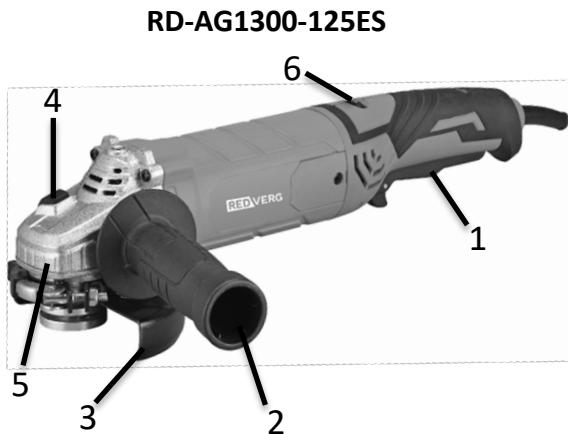

Рис.1.
- установите боковую рукоятку (рис.1 поз.2) в одном из трёх возможных положений справа, слева или сверху на корпусе редуктора МШУ;
- защитный кожух диска (рис.1 поз.3) необходимо устанавливать на инструмента таким образом, что бы закрытая сторона кожуха всегда находилась по направлению к оператору;
-для затяжки прижимной гайки рабочего диска сильно надавите на кнопку стопора шпинделя (рис.1поз.4), это поможет зафиксировать шпиндель от проворачивания, затем воспользуйтесь специальным ключом и закрутите прижимную гайку по направления движения часовой стрелки;